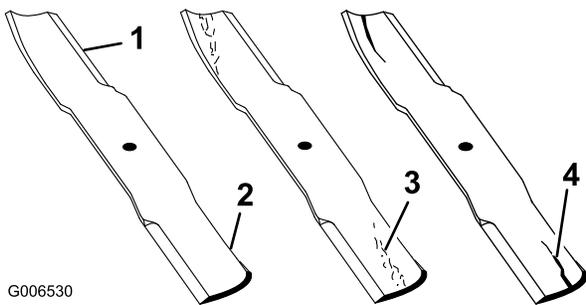

Figure 99
1. Examinez le tranchant des lames (Figure 99). Si les lames coupent mal ou présentent des indentations, déposez-les et aiguisiez-les; voir Aiguisage des lames.
2. Inspectez les lames, surtout la partie relevée (Figure 99). Remplacez immédiatement toute lame endommagée, usée ou qui présente une entaille (Figure 99).